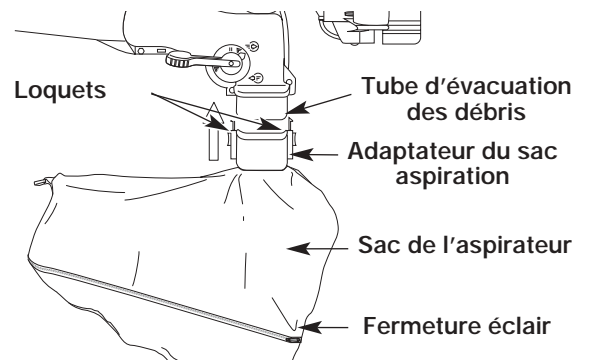

Fig. 4
2. Faites glisser l'adaptateur du sac aspiration sur le tube d'évacuation des débris du carter. Poussez l'adaptateur afin d'enclencher les loquets des deux côtés et de fixer ainsi le sac sur l'appareil (Fig. 4).